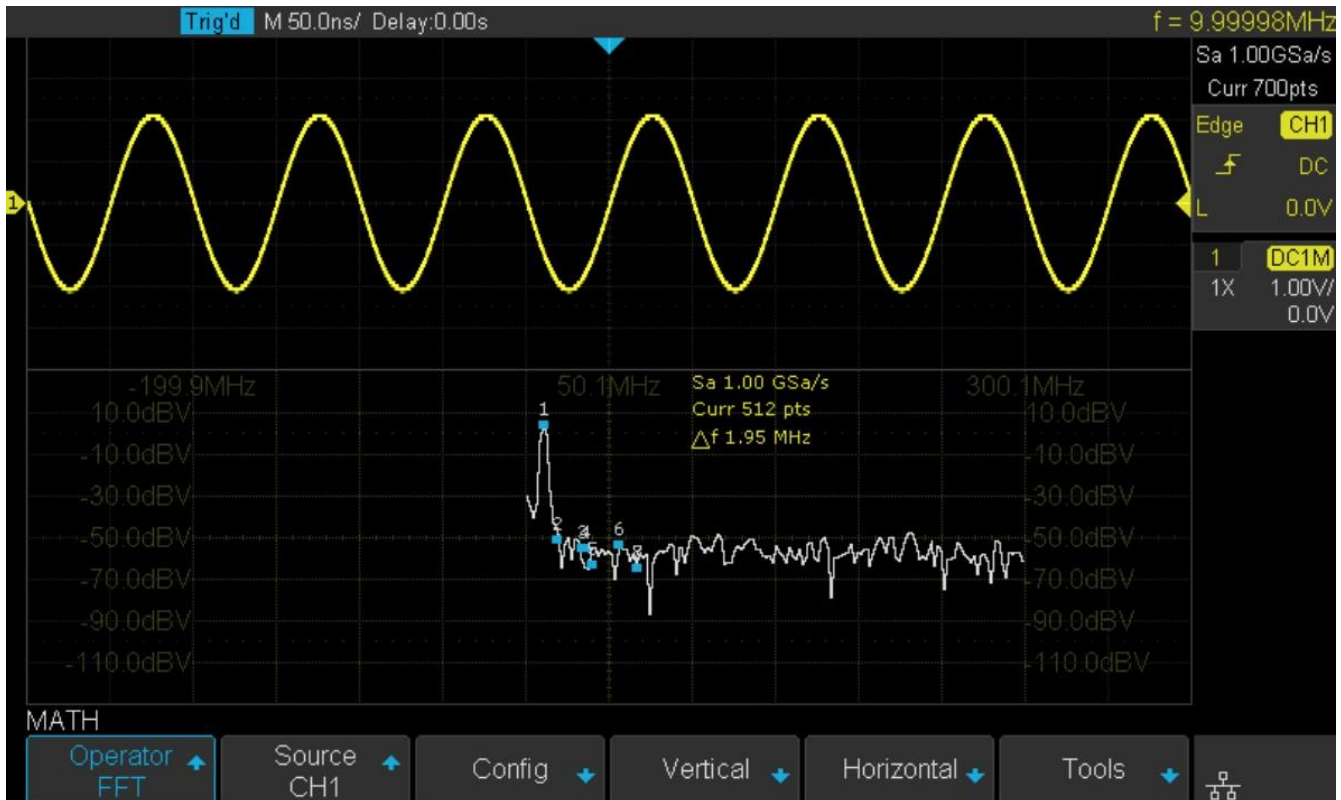

Figure 9.11 Forme d'onde FFT
- La figure 9.11 montre la forme d'onde FFT affichée sur l'écran partagé et l'outil de pic est activé :